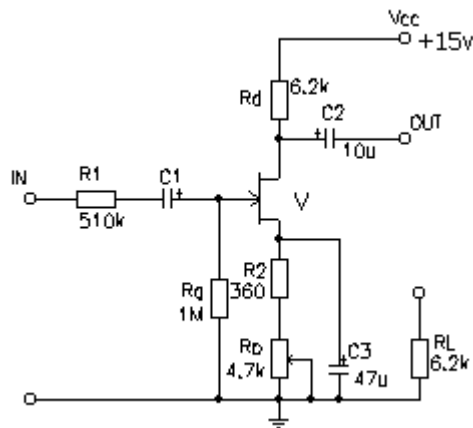

图 5-1 场效应管共源放大器
- 1、电路如图 5-1 所示，接好电路，经检查无误后接通电源。